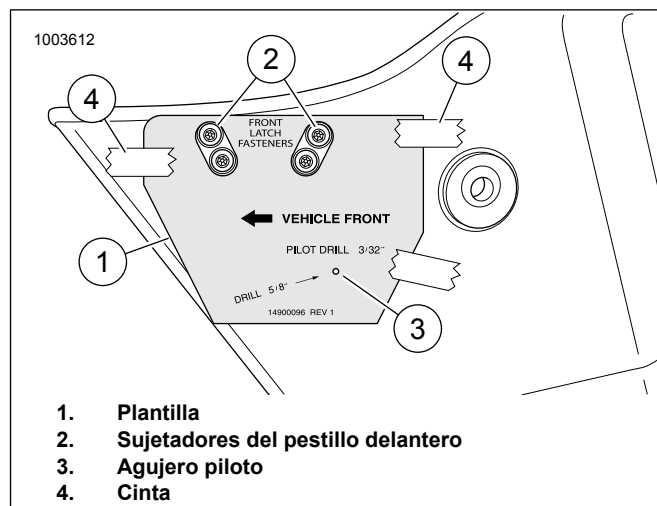

Figura 18. Plantilla y alforja
4. Consulte la Figura 18. Coloque la plantilla (1) en el frente exterior de la alforja. Los agujeros ovalados de la plantilla encajan sobre los sujetadores del pestillo delantero (2). Asegure la plantilla con cinta (4).
5. Haga un agujero piloto (3) de 3,2 mm (1/8 pulg.).